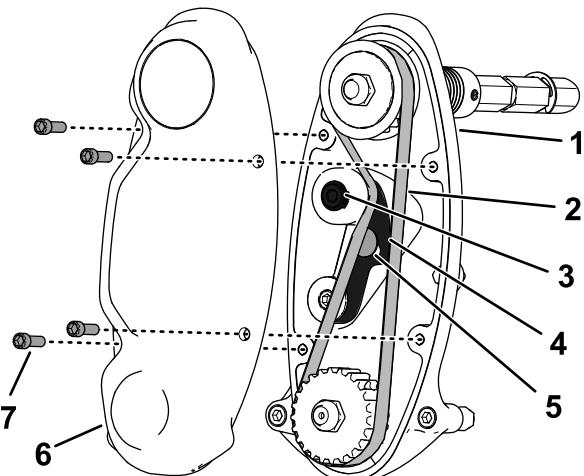

Figura 17
1. Retire la cubierta de la correa para tener acceso a la correa (Figura 17).
2. Afloje el perno del brazo tensor y gire el brazo tensor (Figura 17) para aliviar la tensión de la correa.
3. Retire la correa (Figura 17).
6. Instale la correa y ténsela aplicando una fuerza de 4 – 5 N·m (35 – 40 pulgadas-libra) a la cabeza hexagonal interna del brazo tensor, como se muestra en la Figura 17.